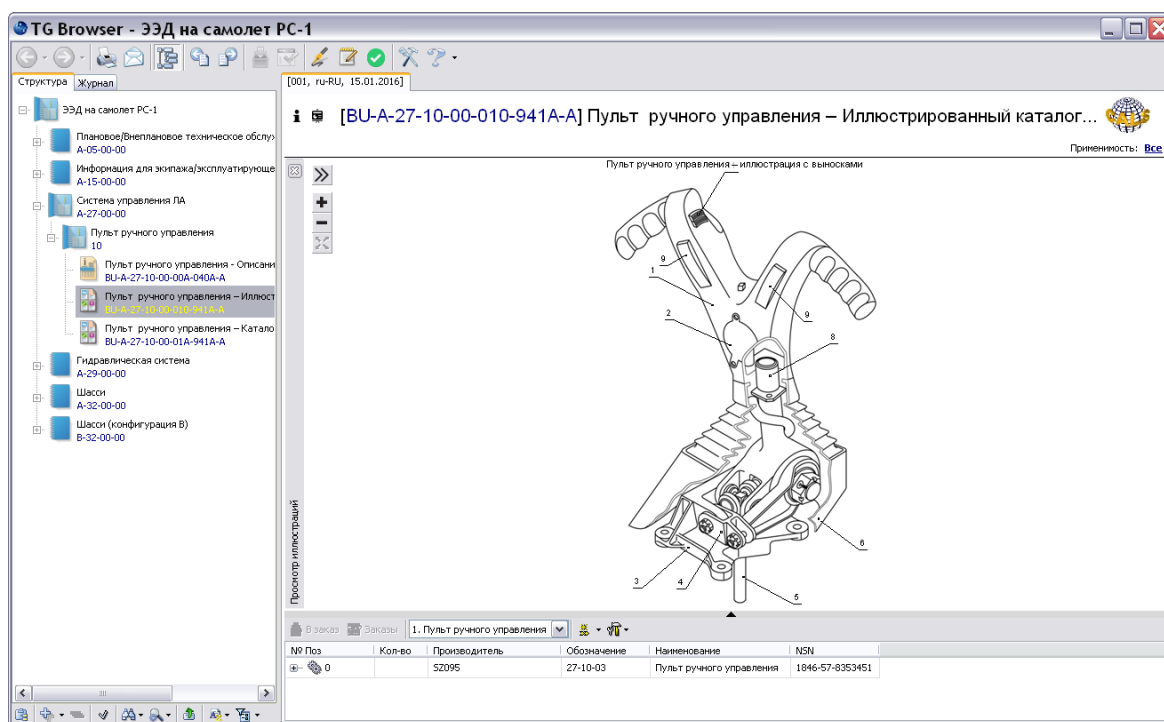

Рис. 6.61
2. На вкладке **Структура** найдите название модуля данных и щелкните по нему левой кнопкой мыши. Справа появится окно просмотра модуля данных (в рассматриваемом примере - электронного каталога (Рис. 6.61)).
В окне отображения структуры каталога выделите любую ячейку строки с элементом «Мини-штурвал». При этом на иллюстрации подсветится выноска, соответствующая значению номера позиции «№ поз.» выделенной строки каталога. При выборе выноски на иллюстрации подсветится ячейка строки каталога с соответствующим выноске элементом (Рис. 6.61).